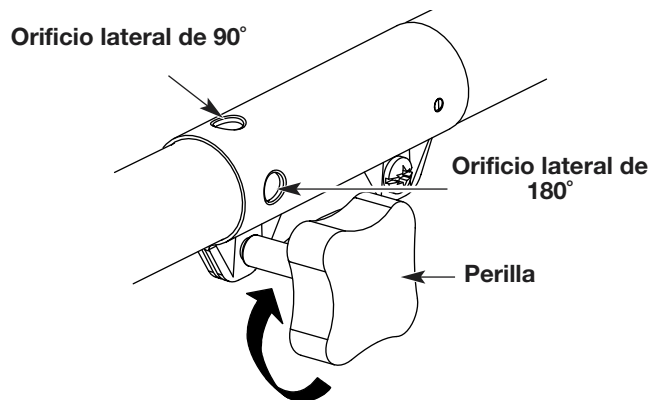

Fig. 10
3. Gire la perilla en sentido horario para ajustar (Fig. 10).
Para recortar bordes cuando use el accesorio de corte de cabeza de línea con modelos Click-Link®, trabe el botón de desconexión del accesorio de corte en el orificio lateral de 90° o en el orificio lateral de 180° (Fig. 10).